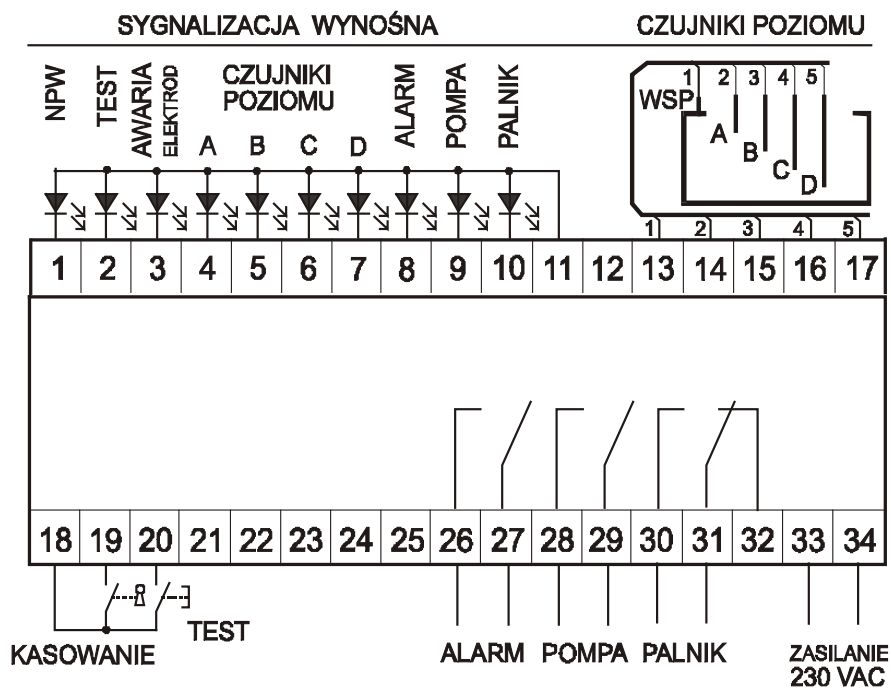

Rys.3. Opis sygnałów na złączu płytki MPW1/2.
5.3. Moduł elektroniczny MPW1/2 wraz z transformatorem zasilającym TSz 15/001 należy zamontować w szafie sterowniczej o stopniu ochrony nie mniejszym niż IP54. Opis sygnałów na złączu płytki przedstawiony jest na rys. 3. Wszystkie elementy zewnętrzne dołączane są do modułu elektronicznego poprzez złącza, które nie przenoszą sił mechanicznych.